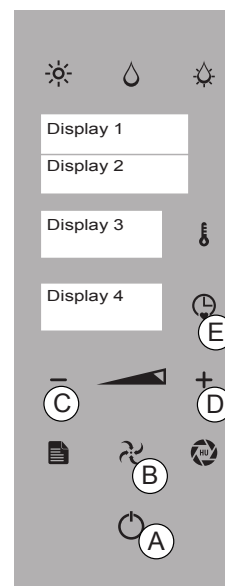

Fig. 7
1. "ON/OFF" Knopf drücken (Stand-by) und anschließend gleichzeitig "MINUS", "FAN" und "ON/OFF" Taten drücken (Fig. 7/A+B+C)
2. "PLUS" Taste (Bild 7/D) und die "ENTER" Taste drücken, um in die Parameter-Funktion zu gelangen (Fig. 7/A –Display 1)
3. Mehrmals die "PLUS" Taste drücken, bis man zum Parameter P11 "ABLUFTHAU-BE" angekommen ist (P11 – Fig. 7/D).
4. "ZEIT" Taste drücken (Fig. 7/E) und mit der "PLUS" Taste P11 auf "1" stellen
5. Um die Parameter zu speichern, die "ZEIT" Taste drücken (Fig. 7/E)
Zwei Mal die "ON/OFF" drücken (Fig. 7/A) um aus den Funktionen heraus zu kommen und in den "Stand by" Modus zurück zu kommen.